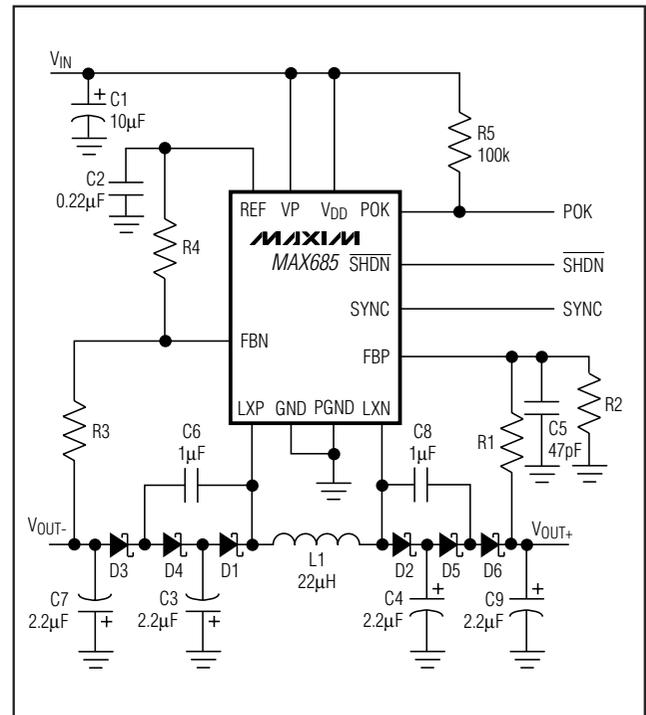

図4. 出力電圧<-9V及び>+24V用の回路
-7.5V又は+24Vよりも大きな出力電圧が必要なアプリケーションにおいては、図4の回路を使用して下さい。この回路はLX\_ピンへの電圧ストレスを増やすことなく、チャージポンプを使って出力電圧を増加させます。図4の回路の最大出力電圧は-15V及び+48Vです。
D2、D5及びD6の電圧定格は30V以上でなければなりません。負出力電圧だけを大きくして正出力は変えない場合(あるいはその逆の場合)は図4の回路の半分と図3の回路の半分を使用して下さい。